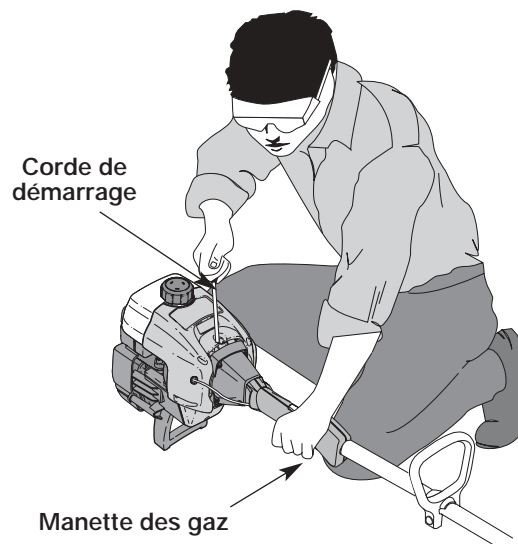

Figure 8
AVERTISSEMENT : évitez tout démarrage accidentel. Tenez-vous en position de démarrage lorsque vous tirez la corde de démarrage (Fig. 8). L'opérateur et l'appareil doivent tous deux être en position stable pour éviter des blessures graves.
5. L'appareil étant prêt à démarrer (Fig. 8), mettez la manette des gaz à pleins gaz. Tirez brusquement sur la corde de démarrage 5 fois de suite, le levier étant en position d'étranglement **MAXIMUM (A |←|)**. Si le moteur essaie de démarrer avant le cinquième tir, passez à l'étape 6.
7. Tirez brusquement sur la corde de démarrage 1 à 3 fois pour démarrer le moteur (Fig. 8).
1. Relâchez la manette des gaz (Fig. 8). Laissez le moteur se refroidir au ralenti.